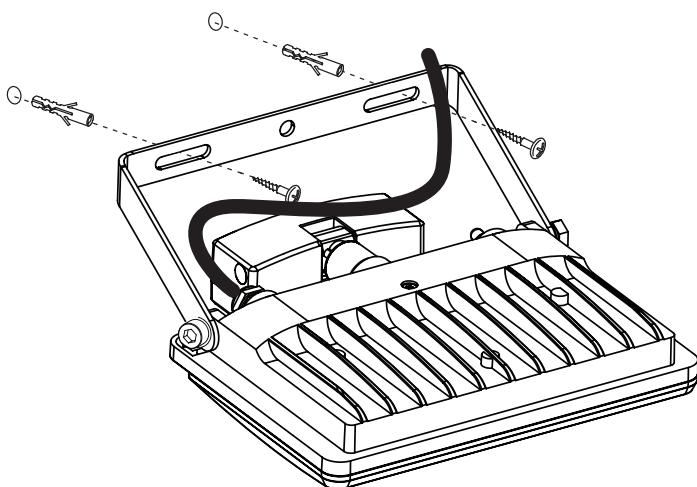

Fig. 1
- Montare il faretto su una superficie solida come mostrato in Fig. 1 e mantenere una distanza minima di 50 cm da altri oggetti.